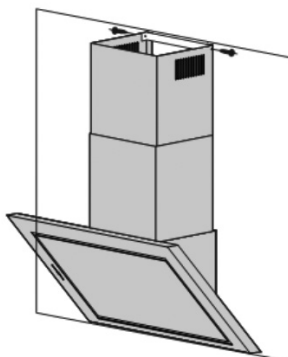

Рис. 12
9. Поместите внутренний декоративный короб в наружный. Установите наружный короб на корпус вытяжки и закрепите его винтами. Внутренний короб поднимите вверх до совмещения узлов крепления короба и планки и соедините их винтами (рис. 12).